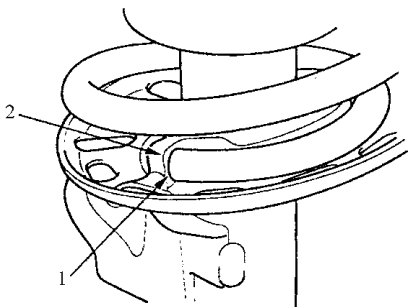

图 6-43 将弹簧底部与上部弹簧座台阶部分对齐
6) 如图 6-43 所示，将弹簧底部与下部弹簧座的台阶部分对齐。